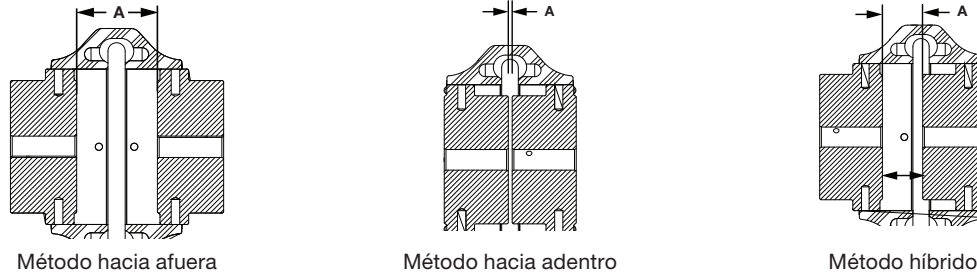

Figura 2 - Opciones de orientación del cubo
1. Los cubos deben estar orientados tal como se aprecia en la figura 2. Dependiendo de los requisitos de espaciado del eje, determine la mejor orientación del cubo usando la tabla 1.
3. Utilice una mitad para fijar el espaciado correcto del cubo, o bien consulte la tabla 1 para fijar el espaciado del eje correcto. Dependiendo de los requisitos de espaciado del eje, los cubos pueden quedar orientados tal como se aprecia en la figura 2, en la cual A es la dimensión entre las caras del cubo.
1. Ajuste el equipo para lograr la distancia deseada entre los extremos del cubo. Consulte la dimensión "A" en la figura 2 y la tabla 1.